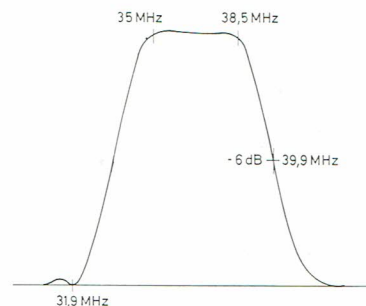

FIG. 20
- Régler L tuner, L 302 (T 301) et L 304 pour obtenir la courbe fig. 20.